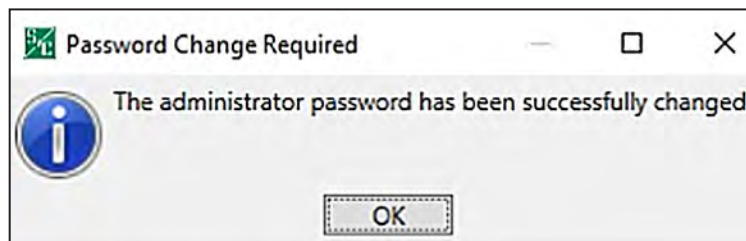

Figura 114. Caixa de diálogo confirmando o sucesso da Alteração da Senha do Administrador.
**PASSO 3.** Quando a senha for alterada com sucesso, a caixa de diálogo mostrada na Figura 114 é exibida, confirmando esta operação. Clique no botão **OK** para concluir o processo de alteração de senha. Se a senha não puder ser alterada com sucesso, vá para o Passo 4.